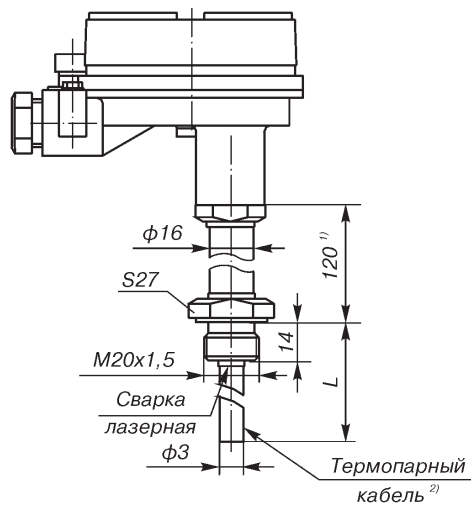

Рис. 19 (ост.см.рис.1)
- 19 по рис.19 (только Метран-281, Exia)